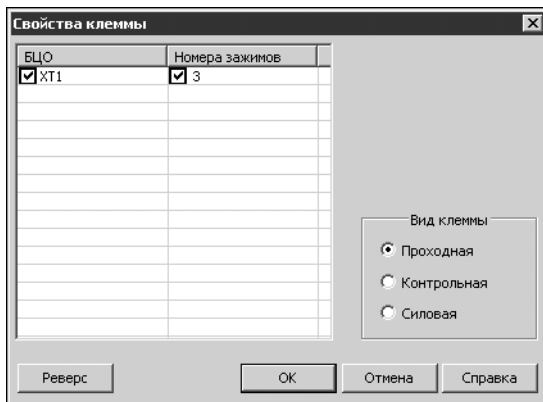

Рис. 22.21. Диалог **Свойства клеммы**
- Дважды щелкните мышью на символе клеммы. На экране появится диалог **Свойства клеммы** (рис. 22.21). В нем отображается таблица, которая содержит список БЦО клемм и номера зажимов для каждой клеммы. Кроме того, в этом диалоге можно изменить вид клемм на схеме. Список клемм появится только в том случае, если существует клеммник с этой клеммой.